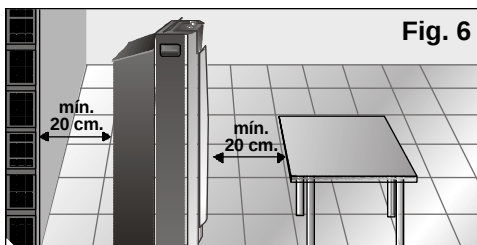

Fig. 6
- ☐ Av sikkerhetsgrunner skal anlegget stå i en avstand på minst 20 cm fra enhver nærliggende flate, **Fig. 6**.